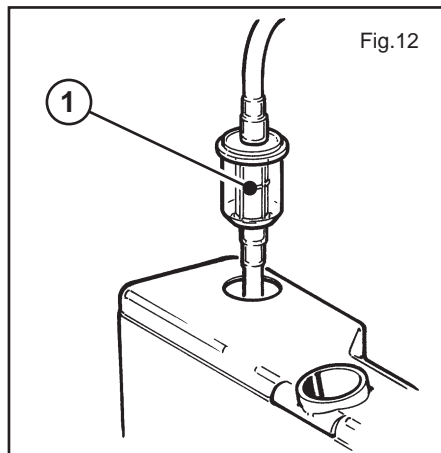

Fig.12
- Controlar periódicamente el filtro gasoil (fig. 12, pos. 1); si está desgastado o demasiado sucio hay que cambiarlo.